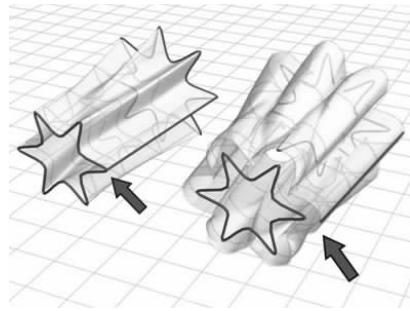

图 5-78 创建单轨扫描▲
- **□(创建单轨扫描)**: 一个单轨扫描曲面至少使用两条曲线, 一条“轨道”曲线定义曲面的边, 另一条曲线定义曲面的横截面。创建单轨扫描与放样建模类似, 如图 5-78 所示。